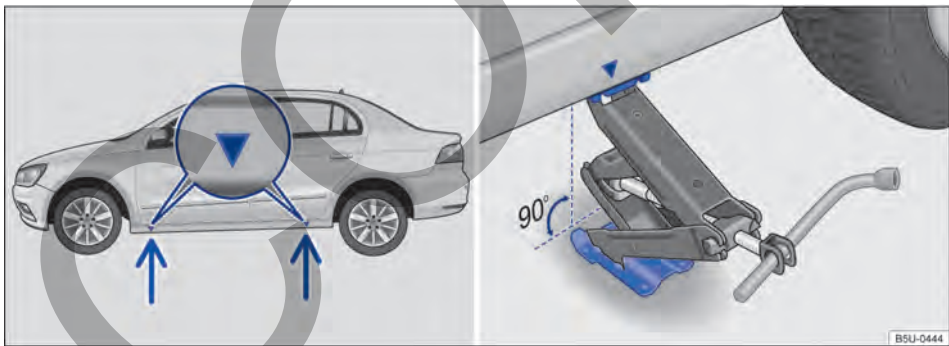

Fig. 146 Puntos de apoyo del gato y gato posicionado atrás en el lado izquierdo trasero del vehículo.
El gato únicamente puede ser posicionado en los puntos de apoyo indicados (marca en la carrocería) → fig. 146. Es válido el punto de apoyo ubicado próximo a la rueda correspondiente → ⚠.
7. Buscar debajo del vehículo el punto de apoyo del gato → fig. 146 más cerca de la rueda que se debe cambiar.
9. Garantizar que la base del gato, con toda su superficie, esté sobre el piso y que la base se encuentre perpendicularmente por debajo del punto de colocación → fig. 146.
10. Alinear el gato y, simultáneamente, levantar la garra del gato hasta que se encaje en el travesaño debajo del vehículo → fig. 146.
- Posicionar el gato únicamente en los puntos indicados. La garra del gato debe encajarse en el perfil del larguero de forma segura → fig. 146.